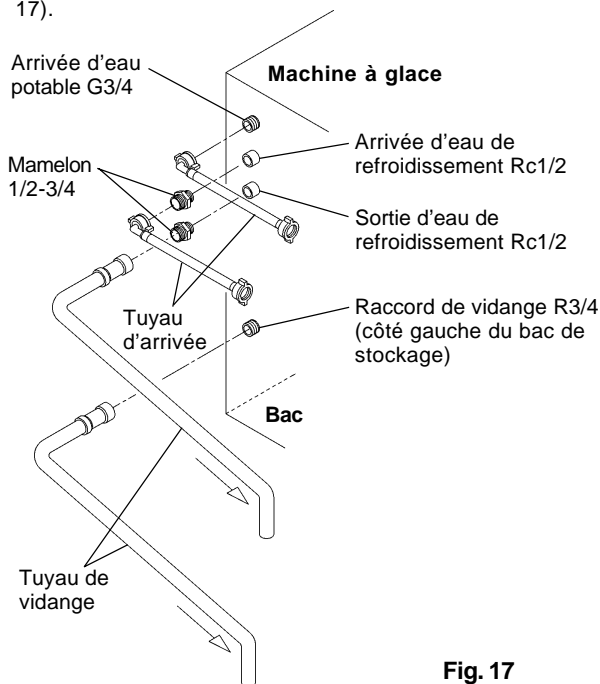

Fig. 17
### [b] Raccordements en dehors des réglementations WRC à l'aide des tuyaux des accessoires (Fig. 17)
- 2) Utilisez les tuyaux des accessoires livrés pour effectuer les raccordements du condenseur et suivez les notices indiquées de 1 à 3 sous [a] jusqu'aux extrémités libres des mamelons 1/2-3/4 (Fig. 17).